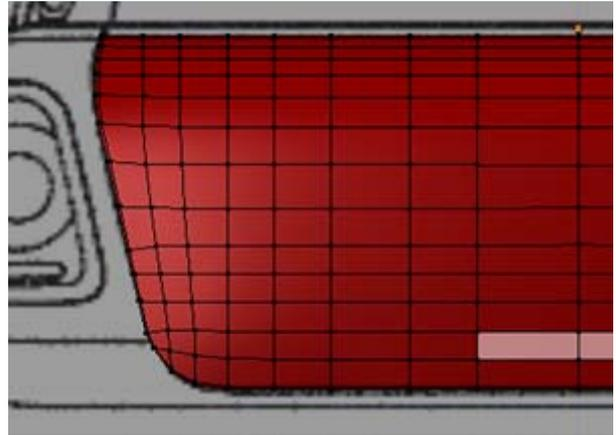

Figura 4.212
1. A modulação deverá começar pela garantia das adjacências e ajuste fino às linhas da imagem, figura 4.212.